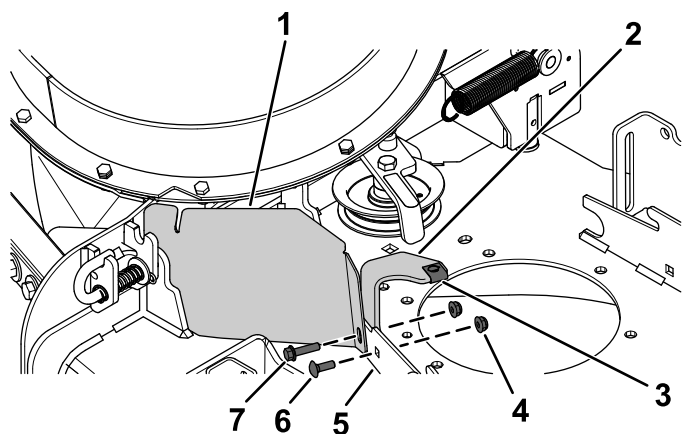

Bild 7
1. Fluchten Sie die Löcher der CE-Riemenscheiben-Schutzvorrichtung mit dem Loch in der vorderen Ablenblech-Halterung und dem äußeren Loch im vorderen Mähwerkflansch aus (Bild 7).
2. Fluchten Sie die Halterung der CE-Riemenabdeckung (sofern nicht zuvor installiert) mit den Löchern an der Rückseite des vorderen Mähwerkflansches aus (Bild 7).
3. Befestigen Sie die CE-Riemenscheiben-Schutzvorrichtung und die Halterung der Riemenabdeckung (sofern nicht zuvor installiert) mit einer Sechskantschraube ( $\frac{1}{4}$ " x 1") und einer Sicherungsmutter ( $\frac{1}{4}$ ") im äußeren Loch des vorderen Mähwerkflansches, wie in Bild 7 abgebildet.
4. Befestigen Sie die Halterung der Riemenabdeckung am vorderen Mähwerkflansch am inneren Loch mit einer Schlossschraube ( $\frac{1}{4}$ " x  $\frac{3}{4}$ ") und einer Sicherungsmutter ( $\frac{1}{4}$ "), wie in Bild 7 dargestellt.
5. Fluchten Sie die Klippmutter mit dem Loch oben in der Halterung der CE-Riemenabdeckung aus und drücken Sie die Klippmutter auf die Halterung (Bild 7).